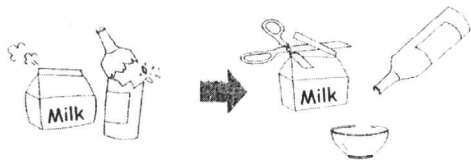
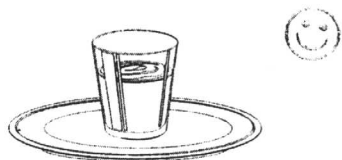

图 1-8 密封食物开口才能加热
图 1-9 微波炉使用完后内放置一杯水
④密封的瓶装或袋状食物必须开口后才能放在微波炉内加热,否则气体膨胀会发生爆裂,如图 1-8 所示。另外,袋装食物内包装有焊锡纸等金属材料者不能用微波加热。
⑤使用保鲜纸遮盖食物烹调时,请将保鲜纸一角掀开,使蒸汽可以逸出。煮好后将保鲜纸小心拆开,避免蒸汽灼伤。
(3)每次使用完微波炉,最后将盛有水的玻璃杯置于炉内玻璃转盘上,避免误操作损坏机器,如图 1-9 所示。